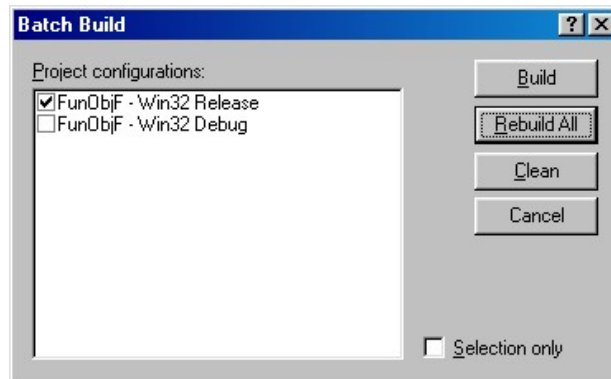

Figura 1.10.3. Ventana de diálogo “Batch Build”.
13. Seleccione como configuración del proyecto (Project configuration) **FunObjF - Win32 Release** y haga clic en **Rebuild All** como se muestra en la figura 1.10.3.